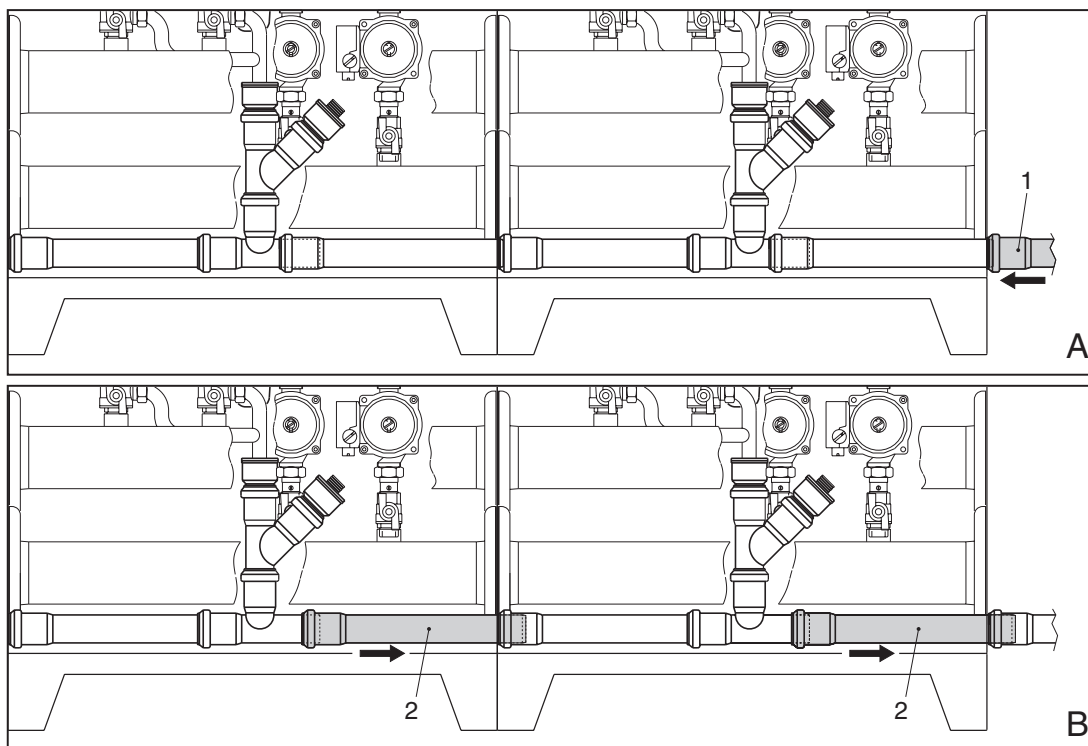

Рис. 8
- ✎ Прежде чем закрутить гайку, необходимо проверить правильное расположение всех прокладок и подключить между этими котлами трубу стока конденсата. (см. рис. 8).